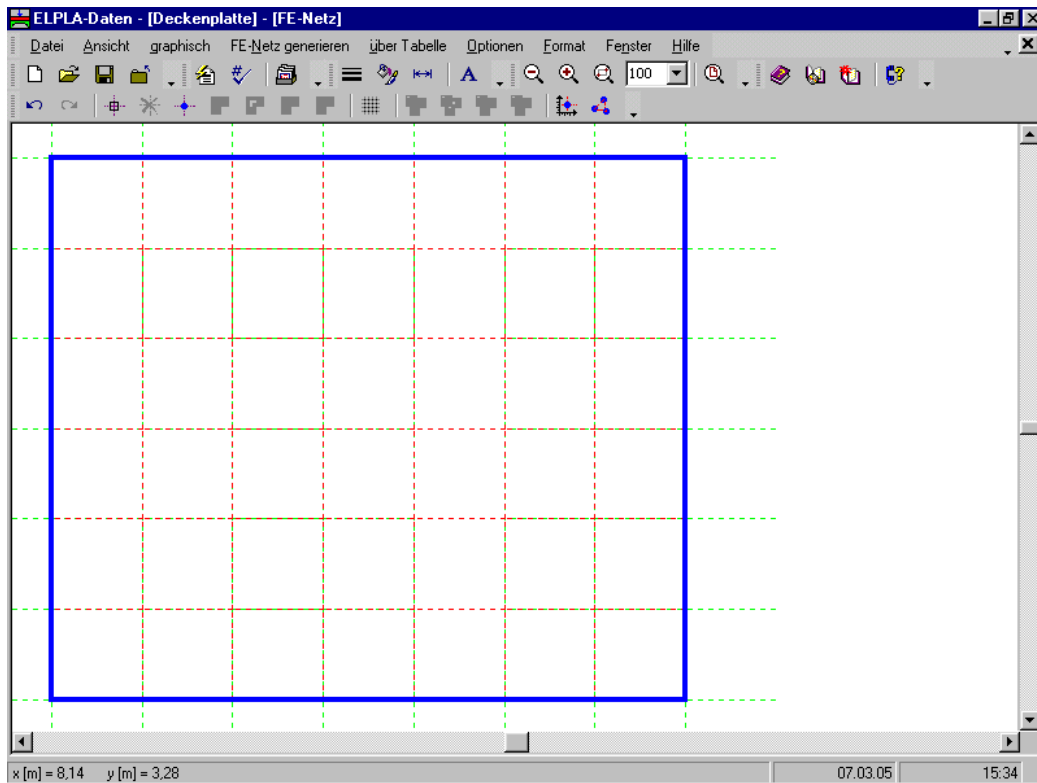

Bild 2-11 FE-Netz der rechteckigen Platte auf dem Bildschirm
*ELPLA* generiert ein FE-Netz für eine rechteckige Platte von 7 [m] Länge und 6 [m] Breite mit viereckigen Elementen von 1.0 [m] jede Seite. Das folgende eingebettete Programm im Bild 2-11 erscheint mit dem generierten Netz.